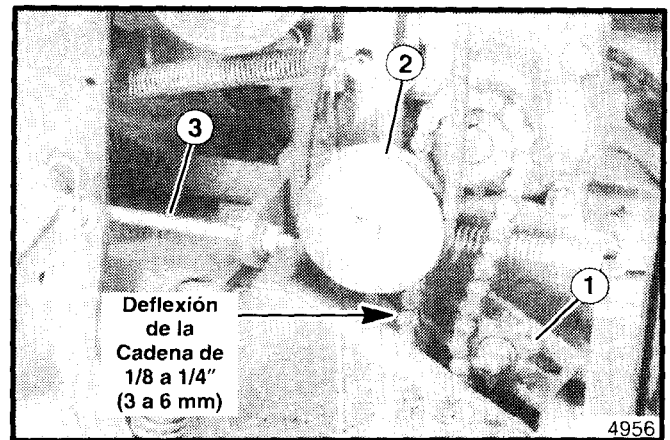

Figura 30. Ajuste de la Polea del Recipiente para Semillas
3. Si la tensión de la cadena es correcta, baje el enrollador y suelte la tuerca de la barra de ajuste de la polea del recipiente para semillas (vea la figura 30) hasta que el piñón enganche por completo la cadena.